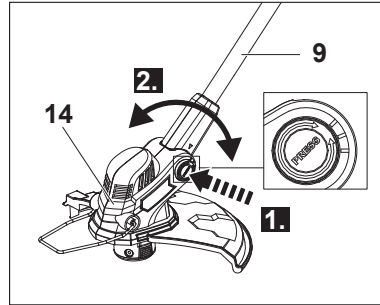

Fig. 17
1. Mantenga presionado el botón de liberación (10).
2. Inclíne ligeramente la sección inferior del tubo telescópico (9) hacia arriba o hacia abajo según sea necesario (Fig. 17).
3. Suelte el botón de liberación (10) y siga desplazando la sección inferior del tubo telescópico (9) hasta que quede encajada en su siguiente posición de inclinación.